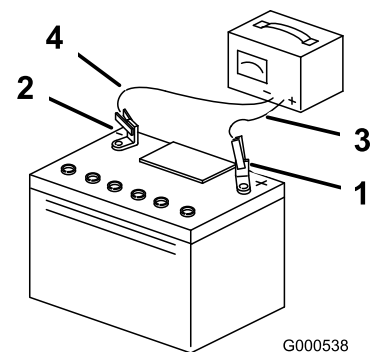

Figura 52
5. Cuando la batería esté completamente cargada, desconecte el cargador del suministro eléctrico, y desconecte los cables del cargador de los bornes de la batería (Figura 52).